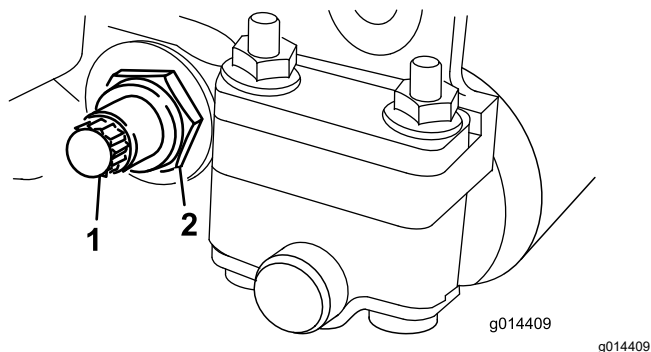

Figura 18
3. Desaperte a porca de bloqueio que segura a cavilha da barra de apoio, em cada um dos lados da máquina (**Figura 18**).
4. Remova cada um dos parafusos da barra de apoio, de modo a puxá-la e retirá-la da unidade de corte (**Figura 18**).